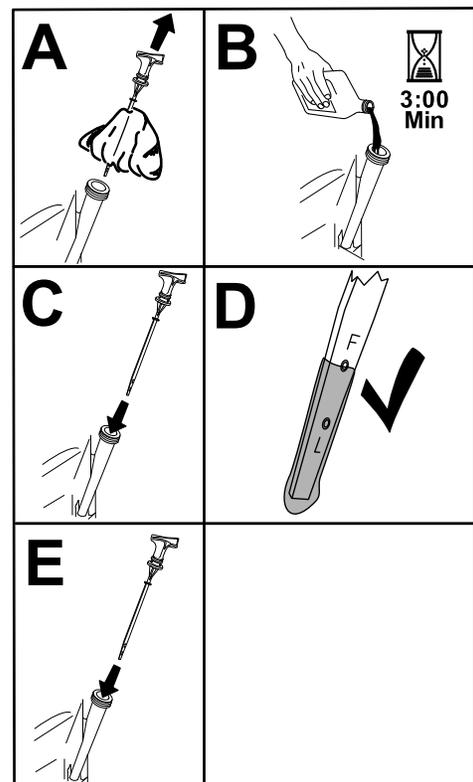

Figura 33
- Vierta lentamente un 80% aproximadamente de la cantidad especificada de aceite por el tubo de llenado (Figura 33).